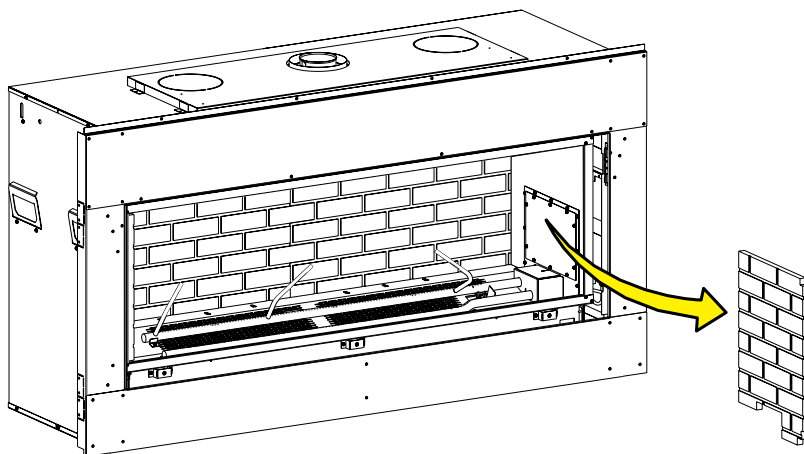

Figure 26
3. Retirez le panneau de revêtement droit. **Voir la Figure 26.**